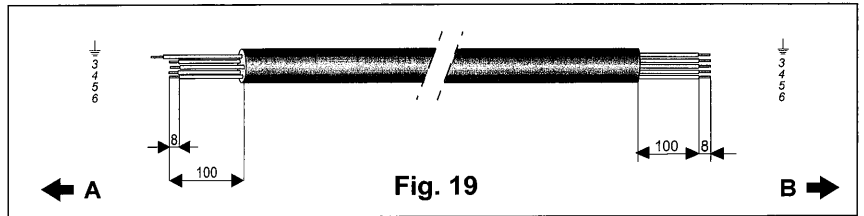

Fig. 19 A. EXTERIOR B. INTERIOR
2. Prepare las terminales del cable multilínea (3) para la conexión de acuerdo a lo mostrado en fig. 19.